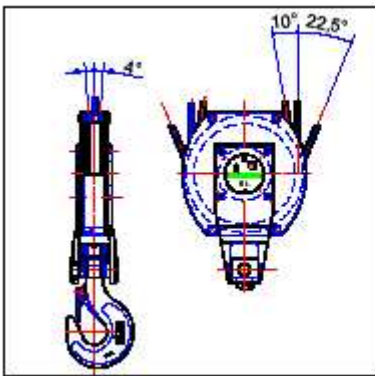
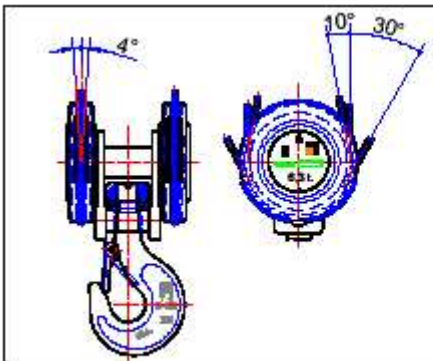

Fig. 4
Fig. 5
- Les ouvertures de passage de câble dans les carters de protection doivent permettre une déflexion latérale maximum de 4° dans l'axe vertical des poulies et 10 et 22,5° dans l'axe latéral pour la CUB (fig. 4), 20° et 30° pour la CHA et CHB (fig.5)